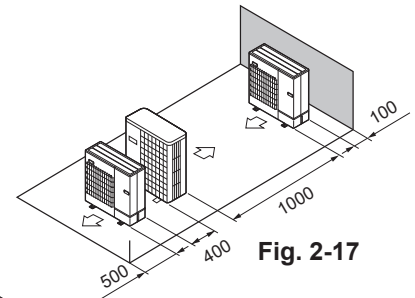

Fig. 2-17
- ⑤ Einzelanlagen in paralleler Anordnung (Fig. 2-17)